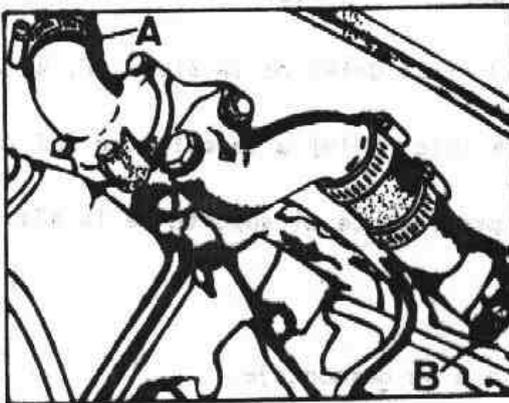

Fig. Q-13 Elementos de fijación de los manguitos
- 3.7. Aflojar las abrazaderas, A y B (Fig. Q-13) de los manguitos del radiador, y desconectar éstos.